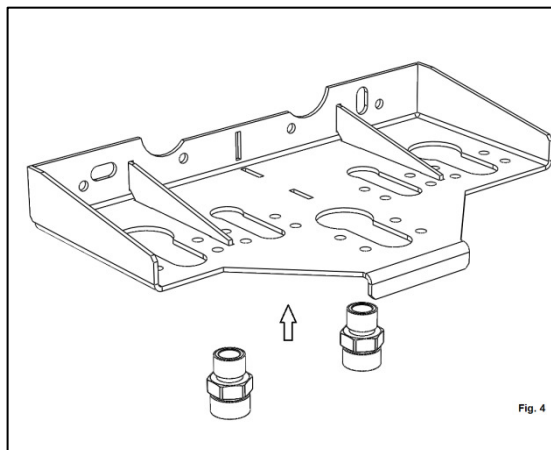
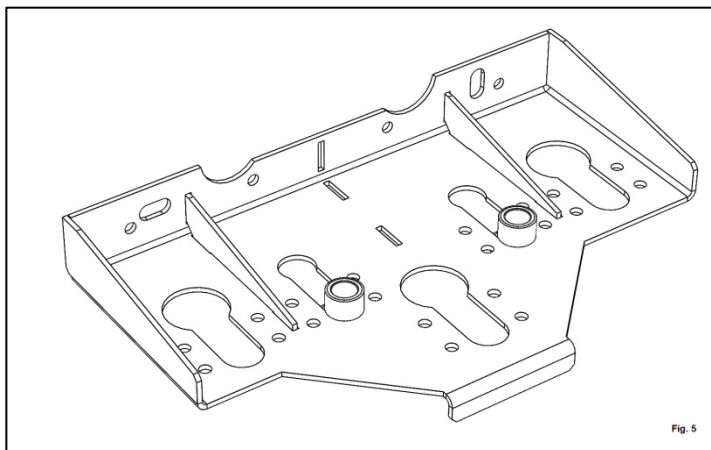

Fig. 4
Fig. 5
4. Se poziționează racordurile E, pe placa P , în poziția indicată în Fig. 5, prin introducerea tronsonului superior în găurile din placă (Fig. 4), și deplasarea de-a lungul decupării.